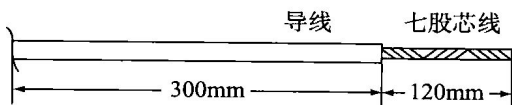

图 1-15 剥削多股导线绝缘层的尺寸
(2) 用电工刀按图 1-15 所示尺寸对 $7/1.13\text{mm}$ (7mm^2) 的导线进行绝缘层剥削(剥削两根导线待用,在下一任务中要进行导线连接)。